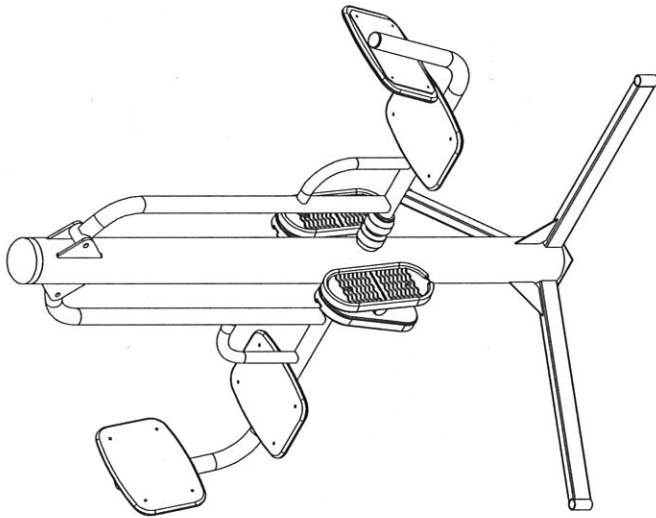

Рисунок 1 - Общий вид изделия
- 4.1 Изделие поставляется в собранном виде (см. рисунок 1)